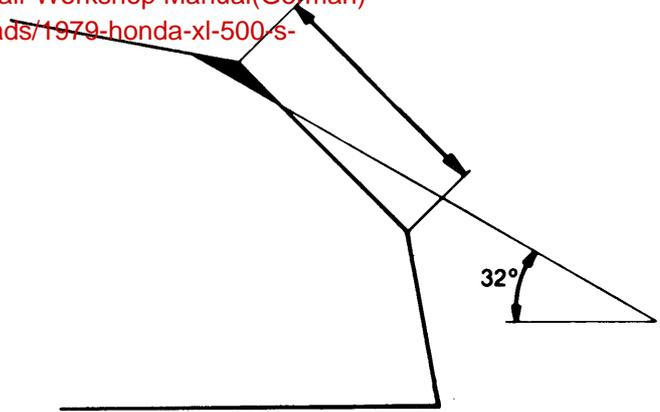

Bild 50
- Einen 32°-Fräser zum Abschleifen von $\frac{1}{4}$ des vorhandenen Ventilsitzmaterials verwenden (Bild 50).